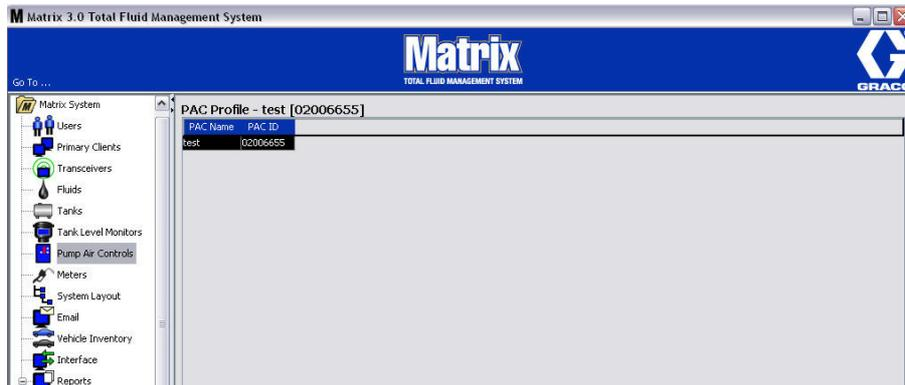

ABB. 116
- Die verknüpfte Pumpenluftsteuerung erscheint auf der Hauptansicht, wie in ABB. 116 gezeigt.